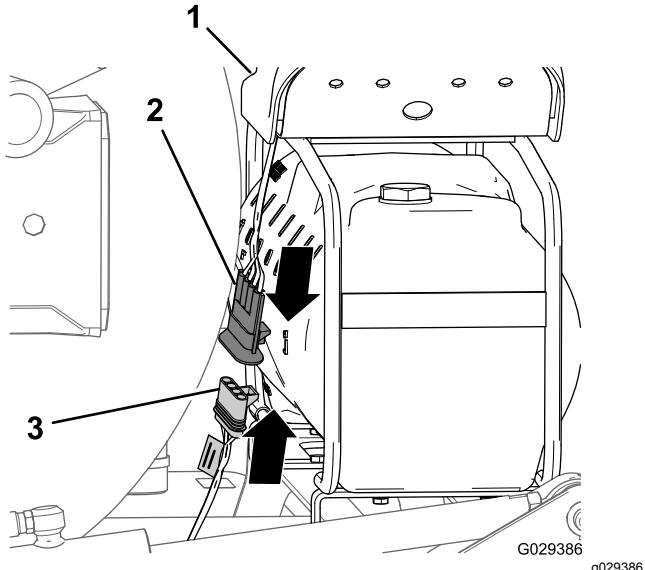

Figura 200
- Al final de la rama de 236 cm del arnés de cables, alinee el conector hembra de 4 vías del arnés de cables del kit de acabado con el conector de 4 pinos del arnés de cables del compresor (Figura 200).
- Inserte el conector de 4 clavijas en el conector de 4 tomas (Figura 200).